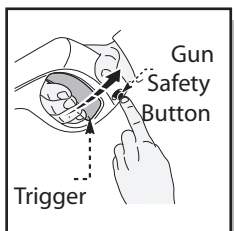

Fig. 16
- Relâcher le bouton de serrure de sécurité sur le pistolet à peinture (la fig. 16) en indiquant le pistolet à peinture dans une direction sûre, loin de vous et d'autres serrent la détente sur le pistolet à peinture jusqu'à ce qu'il y a un ruisseau constant d'eau, laissant l'eau et l'air du tuyau.